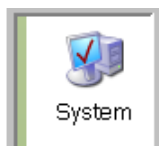

FIG. 123
2. Double-cliquez sur l'icône Système (FIG. 123).